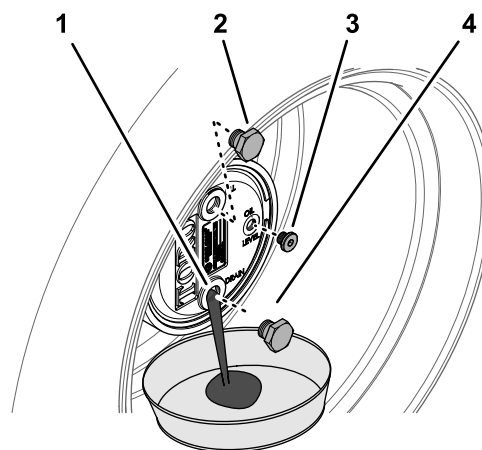

Рисунок 67
2. Снимите пробку заливного отверстия, расположенную в положении «12 часов», и пробку контрольного отверстия, расположенную в положении «3 часа» (Рисунок 67).
3. Подставьте сливной поддон под ступицу планетарной передачи, снимите пробку сливного отверстия, расположенную в положении «6 часов», и дайте маслу полностью стечь (Рисунок 67).
5. Установите пробку сливного отверстия в сливное отверстие корпуса планетарного редуктора (Рисунок 67).